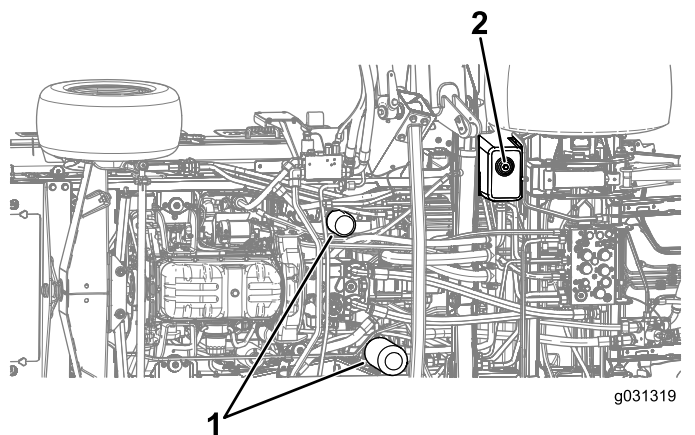

Рисунок 134
4. Снимите пробку сливного отверстия с нижней части бака и дайте гидравлической жидкости стечь в сливной поддон (Рисунок 134).
- Поместите сливной поддон под фильтр, а затем снимите фильтр (Рисунок 134).